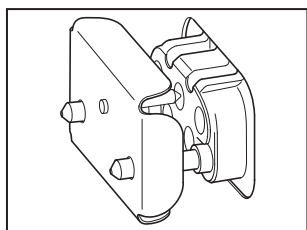

Fig. 1
- Als de inductieplaat verwijderd moet worden om de plaat te reinigen, laat deze dan eerst afkoelen. Wanneer de inductieplaat uit de oven verwijderd wordt, zorg dan dat de meegeleverde afdekking van de elektrische aansluiting wordt gebruikt om te voorkomen dat er vuil binnendringt (Fig. 1).